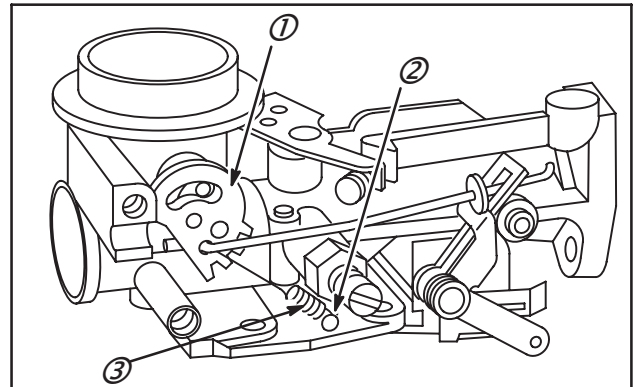

Fig. 80
NOTE : Accrocher la petite boucle du ressort (3) sur le pivot (2) et la partie longue dans le trou inférieur de l'axe de starter (1), Fig. 80.